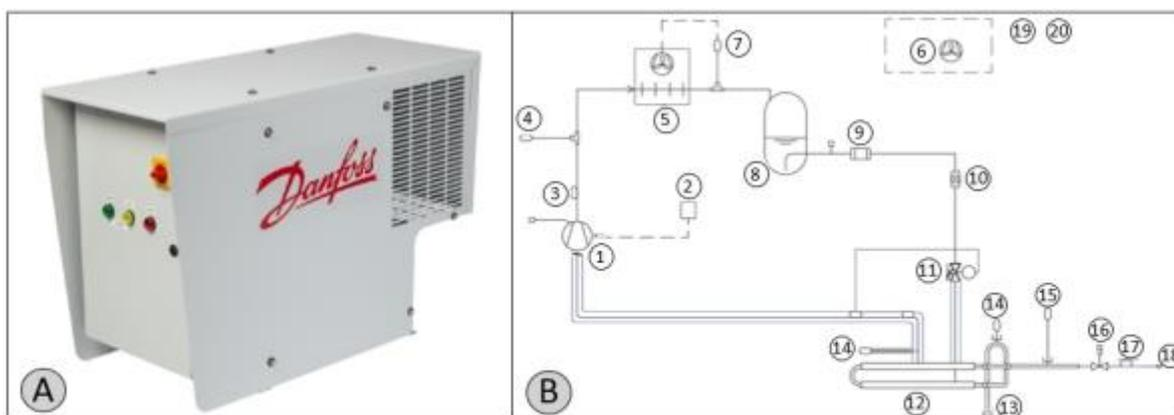

Рис. 1. Воздухоотделителя IPS 8:
Воздухоотделители IPS поставляются в виде блока максимальной заводской готовности (рис. 1) и содержит в себе следующие основные компоненты:
Через фланец присоединительный (рис.1, поз. 13) паровоздушная смесь (смесь паров аммиака и НКГ) поступает в теплообменник (12), где пары аммиака охлаждаются и конденсируются при помощи холодильной машины (R452A). Сконденсировавшийся аммиак возвращается в установку и через присоединительный фланец (13) в испаритель (12) поступает новая порция паровоздушной смеси из аммиачной установки. Скопление НКГ в теплообменнике (12) приводит к снижению давления (температуры) кипения. При достижении заданного перепада давления между датчиками (14) и (15), а также заданной температурой, контроллер подает сигнал на электромагнитный клапан (16) для выпуска НКГ. Выпуск НКГ должен осуществляться в контейнер с водой.
Наличие и отсутствие НКГ в системе определяется нижним и верхним порогом температуры кипения фреонового агрегата (R452A). В случае понижения температуры кипения (R452A) ниже значения нижнего порога, контроллер подает сигнал на спускной электромагнитный клапан (рис. 1, поз. 16) для выпуска НКГ. Электромагнитный клапан будет открыт до тех пор, пока температура кипения (R452A) не превысит верхний порог (рис. 4).